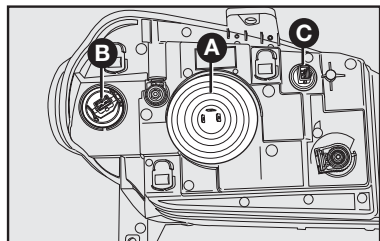

fig. 14
- 2) Puxar a tampa **A-fig. 14** para trocar a lâmpada do farol alto/baixo e retirá-la;
- 6) Recolocar a tampa **A-fig. 14**.
- 1) Girar o porta-lâmpada **B-fig. 14** no sentido anti-horário e retirá-lo.
- 3) Substituir a lâmpada e recolocar o porta-lâmpada **B-fig. 14**, girando-a no sentido horário.
- 1) Girar o porta-lâmpada **C-fig. 14** no sentido anti-horário e retirá-lo;
- 2) Puxar o porta-lâmpada **C-fig. 14** para retirá-la de sua sede;